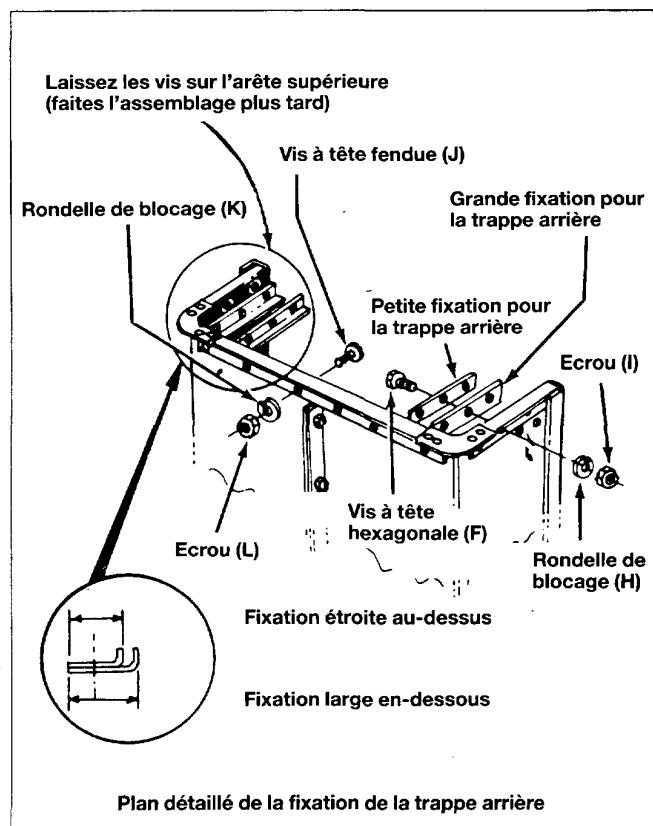

Fig. 5
- Placez la fixation de la trappe arrière (Z) par-dessus la partie arrière de la remorque. Voir la figure 5.
- Installez les vis (J) par la partie inférieure de la remorque et la ferrure de fixation. Installez les rondelles de blocage (K) et les écrous (L). Ne les serrez pas encore (les vis doivent être insérées par l'intérieur de la remorque.) Voir la figure 5.
- Installez la ferrure de fixation (S) sur la trappe arrière pour que le trou soit dans le prolongement du renforcement de la trappe arrière et les côtés de la remorque. Voir la figure 5 pour les informations détaillées.
- Visssez-la en place avec 6 vis à tête hexagonale (F), 6 rondelles de blocage (H) et 6 écrous (I). Voir la figure 5.